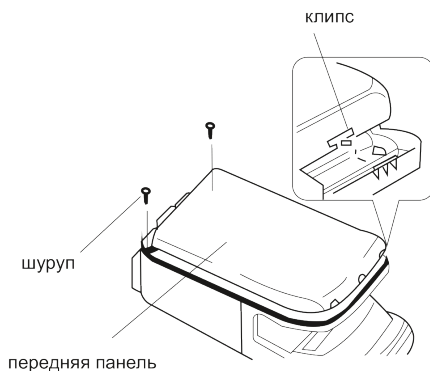

Рисунок 2
2. Открутите 2 винта и снимите переднюю панель (Рисунок 2)